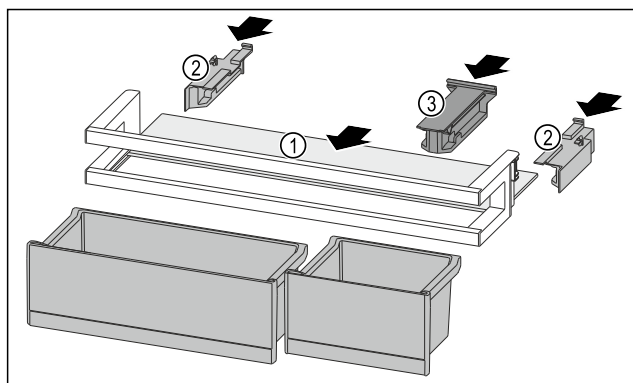

Fig. 205
- Skub hylden Fig. 205 (1) ind i udsparingerne i siden.
- Indsæt sidesektionerne Fig. 205 (2).
- Indsæt holdesektionen Fig. 205 (3).